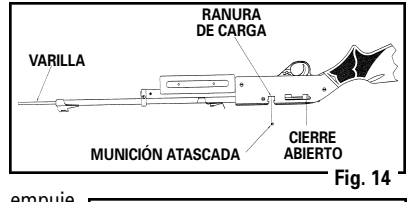

Fig. 15
- Su rifle funcionará mejor si lo aceita cada 250 tiros. Coloque 2 ó 3 gotas de aceite lubricante Crosman 0241 en los pasadores de giro de la bomba y en el tazón del mecanismo de bomba (Fig. 15). Una capa delgada de aceite lubricante Crosman 0241 sobre todas las superficies metálicas expuestas ayudará a evitar la oxidación. NO use un aceite o solvente con base de destilado de petróleo y NO aceite en exceso ya que esto puede dañar el rifle.